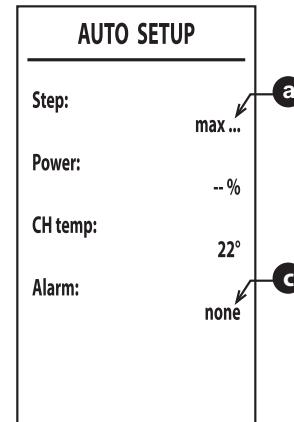

fig. 45 -
6. Dopo l'accensione, il bruciatore si posiziona alle varie potenze (max, med, min) indicate dal punto a ("fig. 45 -").
8. Qualora la sequenza di accensione descritta al punto "6" non sia andata a buon fine, compare la scritta max\_err al punto a e un codice di errore al punto b ("fig. 45 -").